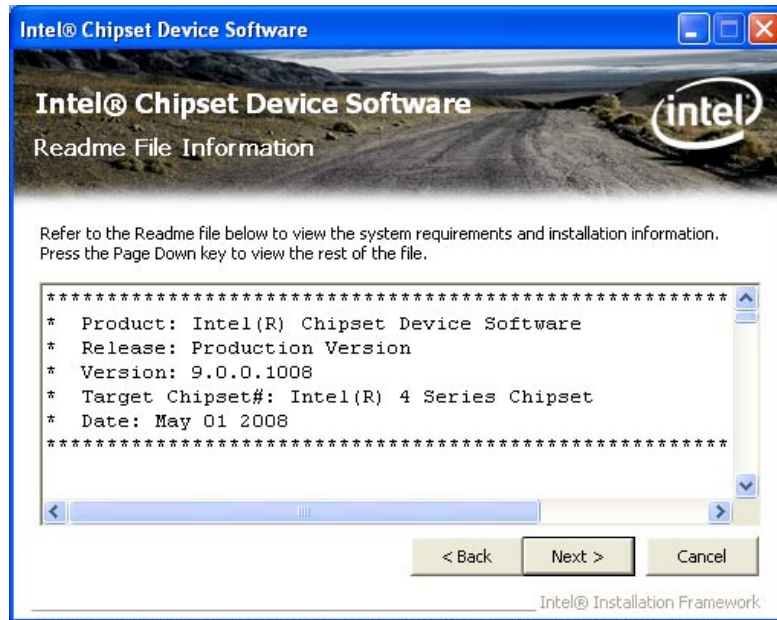

Abbildung 7-5: Chipsatztreiber ReadMe-Datei
Schritt 9: Die ReadMe-Datei in **Abbildung 7-5** wird angezeigt.